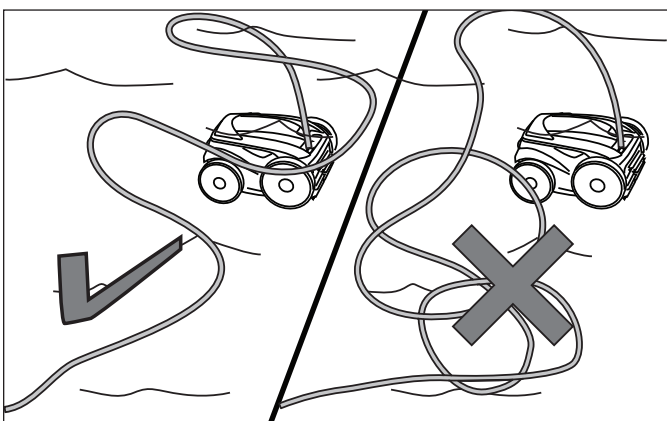

Figura 15. Difundiendo el cable flotador sobre la piscina
3. Difunda el cable flotador sobre la piscina, asegurándose que no este torcedido o mal enrollado. Vea la Figura 15.